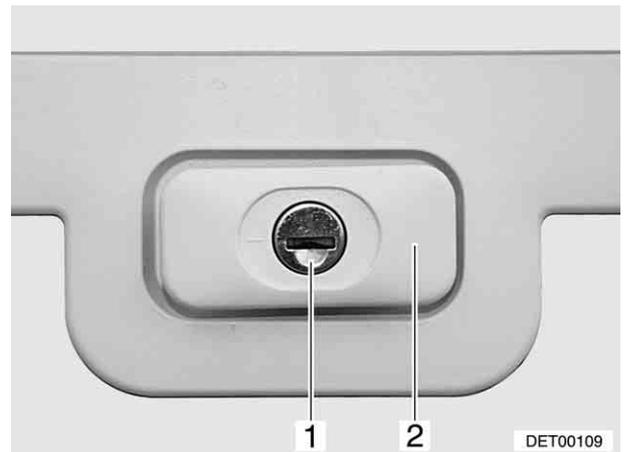

Bild 30 Klappenschloss (Variante 2)
- Schlüssel in Schließzylinder (Bild 30,1) stecken und eine viertel Umdrehung drehen. Schlossgriff (Bild 30,2) schnappt heraus.
- Schlossgriff (Bild 30,2) drehen, bis er waagrecht steht. Das Klappenschloss ist jetzt verriegelt, jedoch nicht verschlossen.
- Schlüssel in Schließzylinder (Bild 30,1) stecken.